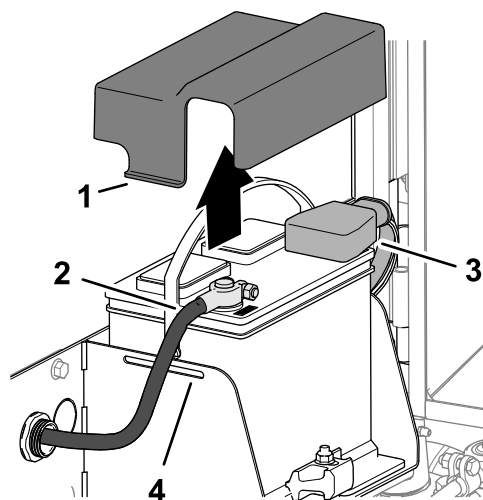

図 97
- バッテリーカバーの側面を両側から押して、カバーをバッテリートレイから外す **図 97**。